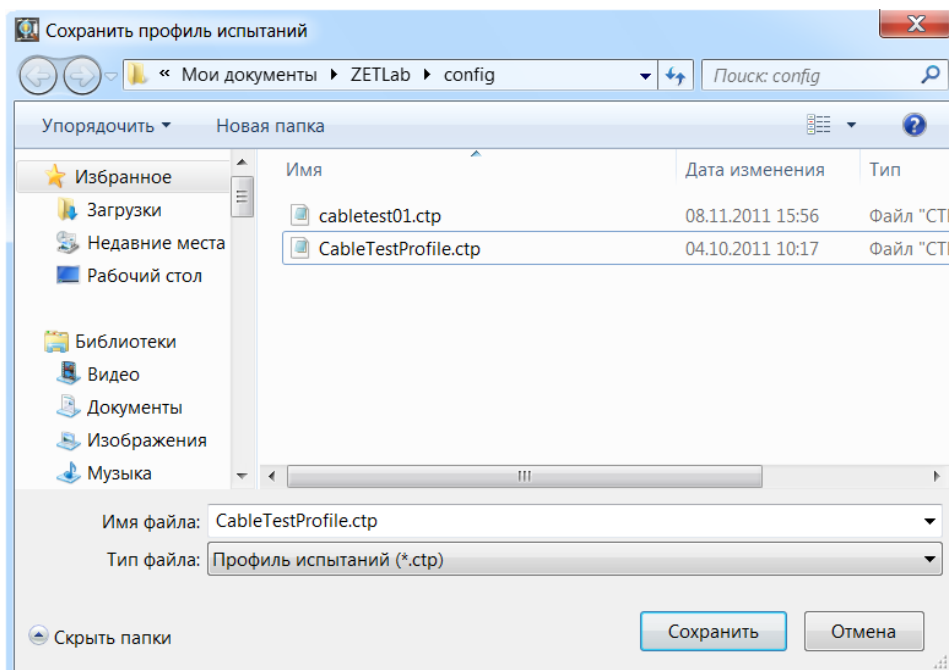

Рисунок 5.18
- по окончании учета кнопка «Остановить» меняет название на «Автотест» и открывается окно сохранения профиля испытаний (Рисунок 5.18);